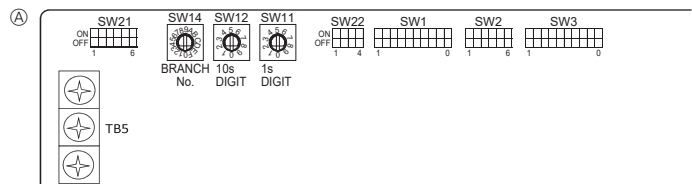

Fig. 5-9
- ③ Télécommande sans fil (lors de l'installation du récepteur de signal sans fil)
- ④ Bloc terminal pour le câble de transmission intérieur
- ⑤ Bloc terminal pour le câble de transmission extérieur (M1(A), M2(B), ⊕(S))
- ⑥ Commande à distance
- ⑦ Câbles de transmission
- ⑧ Câbles de la Commande à distance
5.5. Configuration des adresses (Fig. 5-9)
- ① Comment définir les adresses
- ② Comment définir les numéros des ramifications SW14 (série R2 seulement)
- ③ Tableau d'adresses
5.6. Réglage des interrupteurs pour différentes hauteurs de plafond (Fig. 5-9)
5.7. Détection de la température ambiante à l'aide du capteur intégré de la commande à distance (Fig. 5-9)